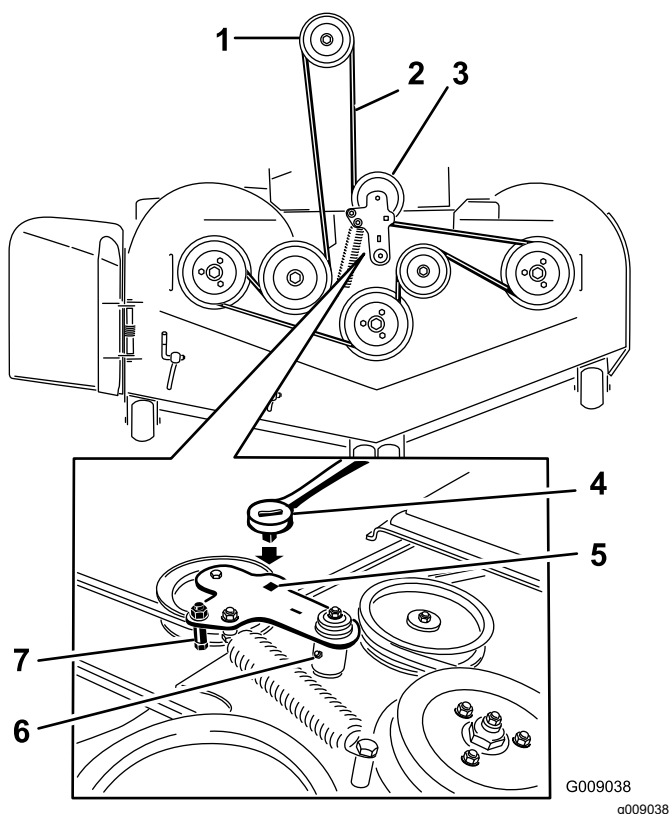

Figura 109
5. Retire la chapa de suelo e introduzca una llave de carraca en el orificio cuadrado del brazo tensor de la carcasa (Figura 109).
6. Gire cuidadosamente el brazo tensor de la carcasa en sentido horario y retire la correa del cortacésped (Figura 109).